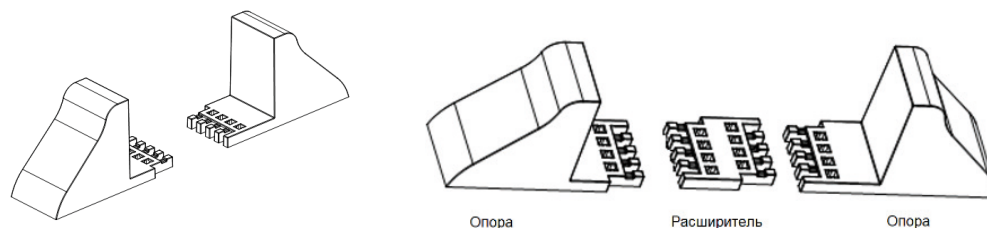

Рисунок 3.1. Сборка опор для вертикальной установки
1. Необходимо соединить опоры и расширительные вставки, как показано на рис. 3.1.